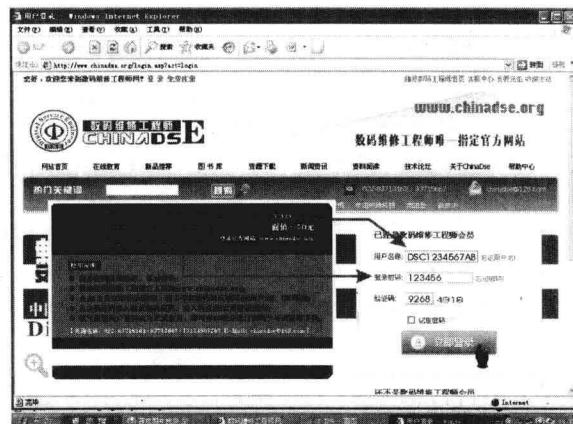

图 5 输入用户名、密码
⑤ 待登录界面打开后，将学习卡上的卡号填写到用户名中，将密码填写到登录密码中，如图 5 所示。